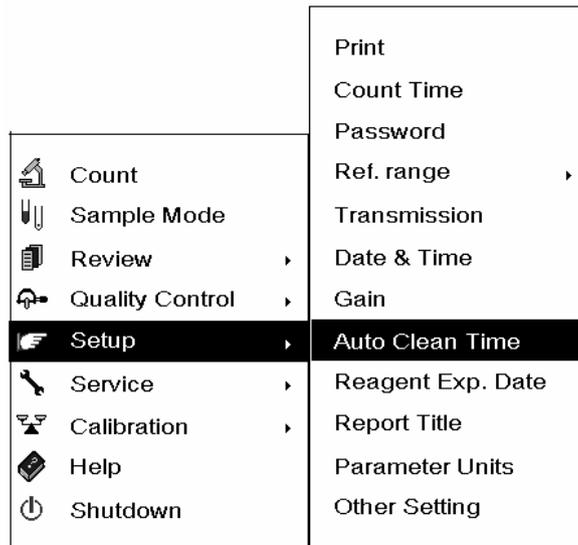
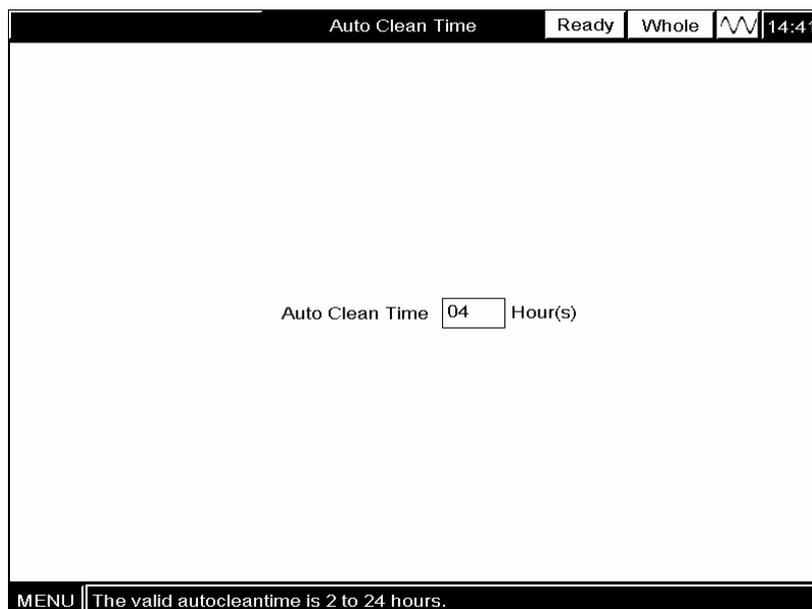

Abbildung 5-35 System-Menü
Abbildung 5-36 "Auto-Reinigung-Zeit"-Anzeige
**WÄHLEN** Sie "Einstellung→Auto-Reinigung-Zeit" **AUS** (Abbildung Abbildung 5-35), um die "Auto-Reinigung-Zeit"-Anzeige aufzurufen (Abbildung Abbildung 5-36).